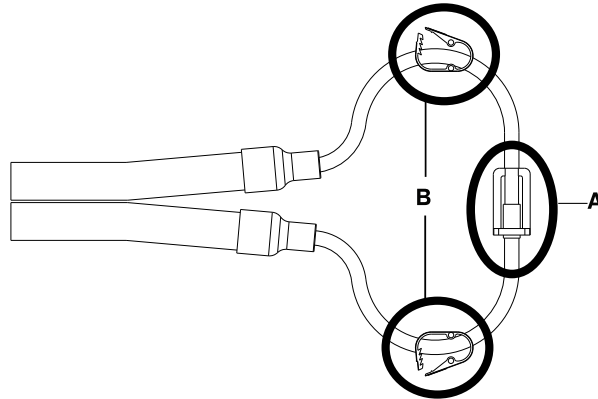

Rysunek 10-26: Złącze typu Colder węży podłączone do węży adaptera narzędzia
- a. W przypadku węży ze złączami typu **Colder** podłączyć węże adaptera narzędzia serwisowego (8001-999-017) (Rysunek 10-26 na stronie 10-45). Powtórzyć czynności dla wszystkich trzech węży.